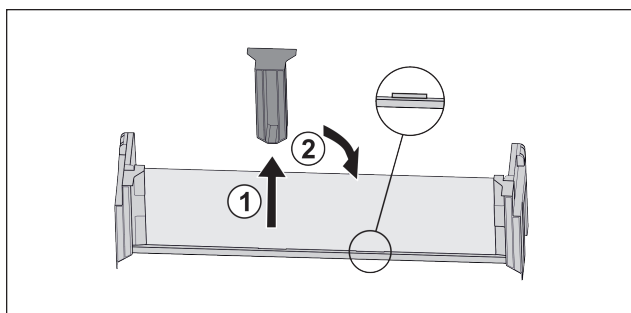

Fig. 92
- ▶ Trekk av den midtre holdedelen Fig. 92 (1).
- ▶ Sett inn den midtre holdedelen i andre posisjon Fig. 92 (2).